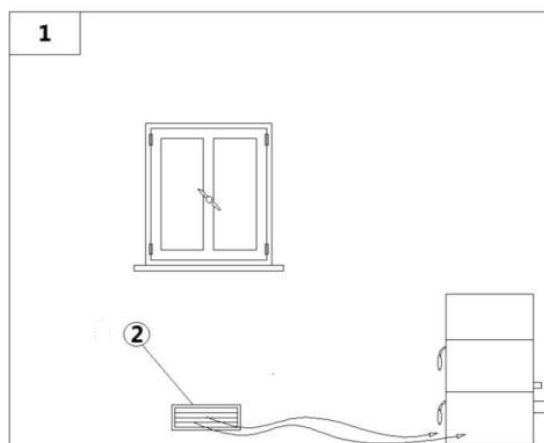

Fig. 11 - Afluencia del aire directa
LEYENDA	Fig. 11
- La afluencia del aire entre el ambiente externo y la sala puede suceder por vía directa por medio de una brecha en la pared externa del edificio (véase **Fig. 11**).
LEYENDA Fig. 11
- La afluencia del aire entre el ambiente externo y la sala puede suceder por vía directa por medio de una brecha en la pared externa del edificio (véase Fig. 11).